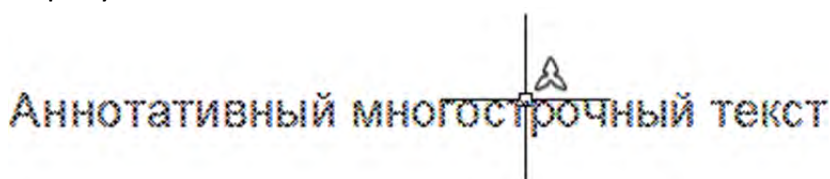

Рисунок 14.17 Аннотативный объект
4. Текст стал аннотативным. Определить, что объект аннотативный можно по пиктограмме рядом с курсором, которая появляется при наведении на объект рисунок 14.17.